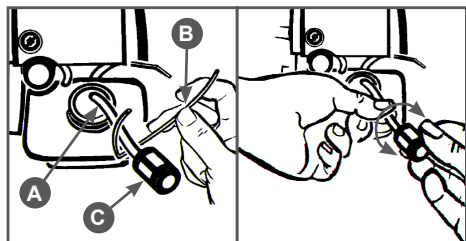

Рис. 11 Извлечение топливного фильтра
2. Согните кусок мягкого провода в виде небольшого крючка В (Рис.11).
3. Зацепите крючком топливный шланг А (Рис.11) с фильтром и вытяните через заливную горловину.
4. Отделите фильтр С скручивающим движением (Рис. 11).